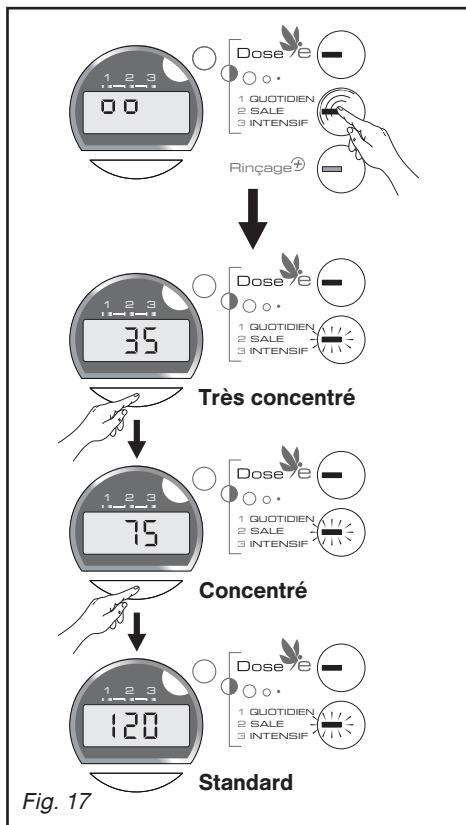

Fig. 17
– Votre machine étant sous tension, faites un appui long sur la touche "1 QUOTIDIEN 2 SALE 3 INTENSIF" (Fig. 17).